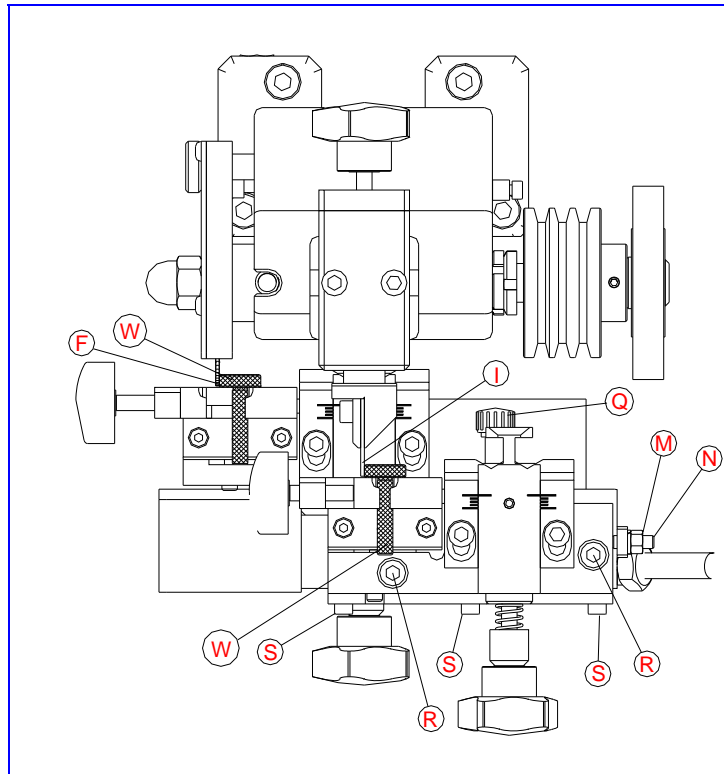
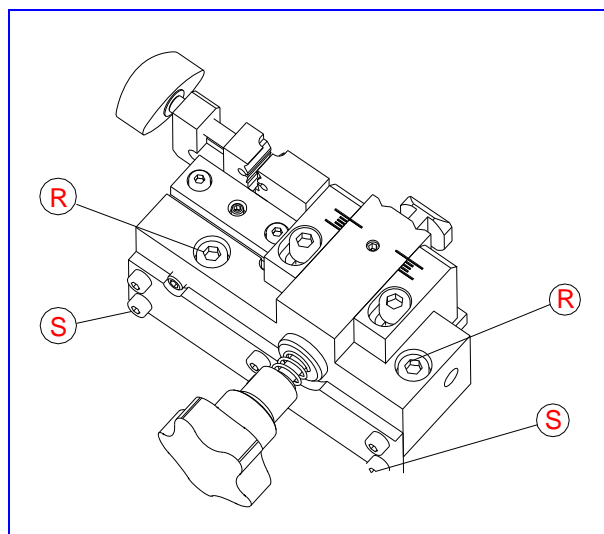

Fig.15
Fig.16
- Colocar las dos varillas de reglaje (W) en las mordazas, según se indica en la Fig.15. Avanzar la varilla (Q) para que la mordaza se quede en su posición correcta de reglaje.
- Acercar las mordazas con las varillas de reglaje (W) hacia el índice copiadore (I) y la fresa (F), de forma que las varillas de reglaje se apoyen sobre el índice copiadore y la fresa.
- Aflojar los tornillos (R,S), tuerca prisionero (M,N) y con una maza de plástico darle ligeros golpes en los laterales de forma que el mismo coincida con la pieza de reglaje. Ver Fig 16.